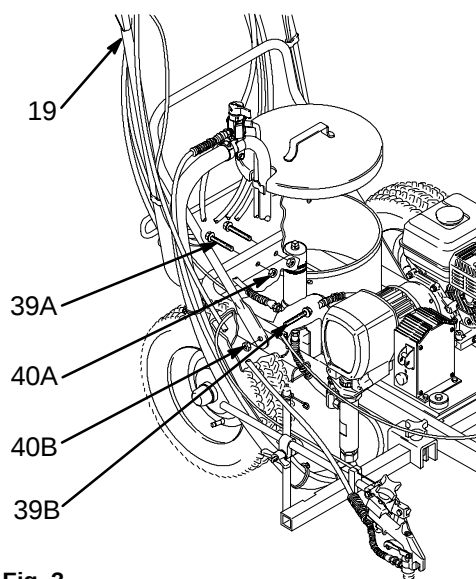

Fig. 3
2. Déballez le LineLazer. Soulevez les mancherons (19) avec précaution pour les amener en position verticale. On trouvera dans un sachet quatre vis (39) et contre-écrous (40). Monter les deux vis arrières (39A) et serrer leurs écrous à la main (40A). Monter une vis (39B) et un écrou (40B) de chaque côté des mancherons. Bien serrer les quatre écrous. Voir Fig. 3.